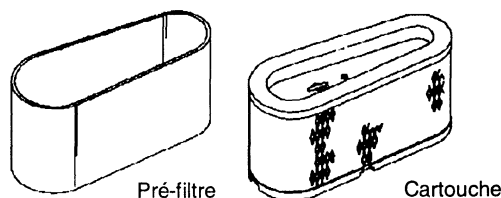

FIGURE 29
- Glisser le pré-filtre de mousse hors de la cartouche (voir Fig. 29).